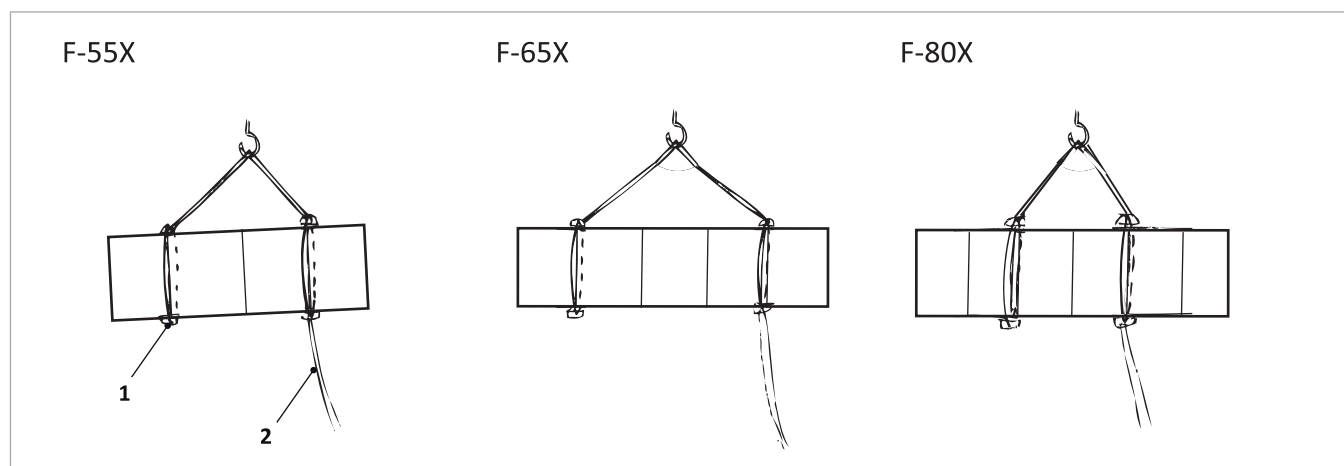

Fig. 2 : SolvisFera – Position des poignées de maintien et des patins
- Fixer les poignées de maintien et les patins selon ➔ Fig.2 au capteur